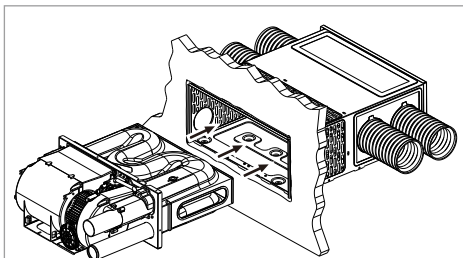

Figure 3
11. Insérez le nouveau noyau de remplacement comme illustré à la Figure 3.